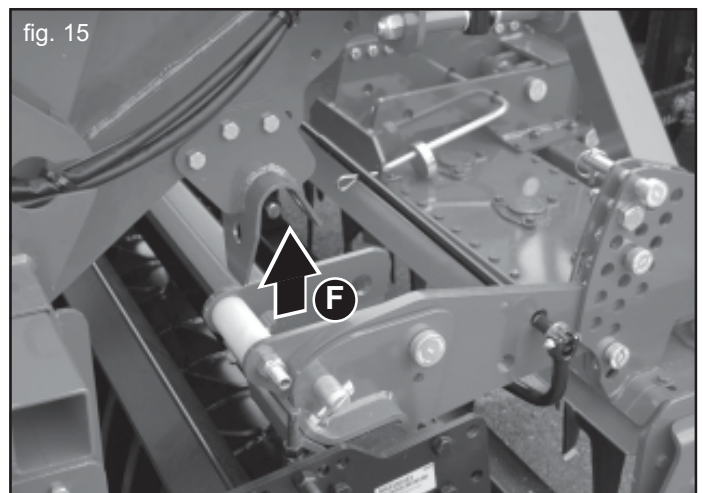
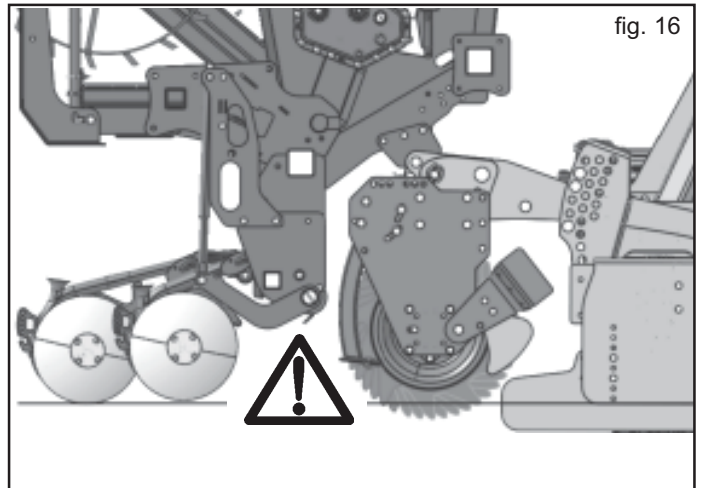

fig. 15
fig. 16
- 3) Sich mit dem Traktor an die Sämaschine nähern und, durch der Kraftheber, die Ausrüstung in die empfänglichen Punkte (F, Abb. 15) anklinken. **Kontrollieren, ob gibt es keinen Interferenze zwischen die Mechanischenorgane der zwei Maschinen. Im besonderen kontrollieren die Zone zwischen die hintere Ackerwalze und die Arme den Drillsharen (Abb. 16).**